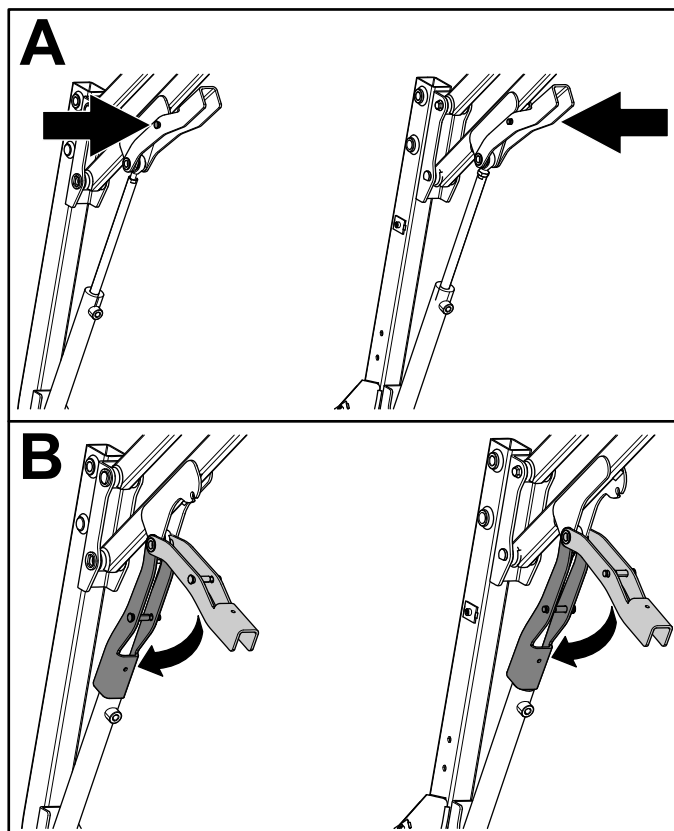

図 36
- A. マグネット式の安全ロックについているピンを内側に押し込む 図 36。
- B. ピンを押さえながら、マグネット式安全ロックを油圧シリンダの上に降ろす 図 36。